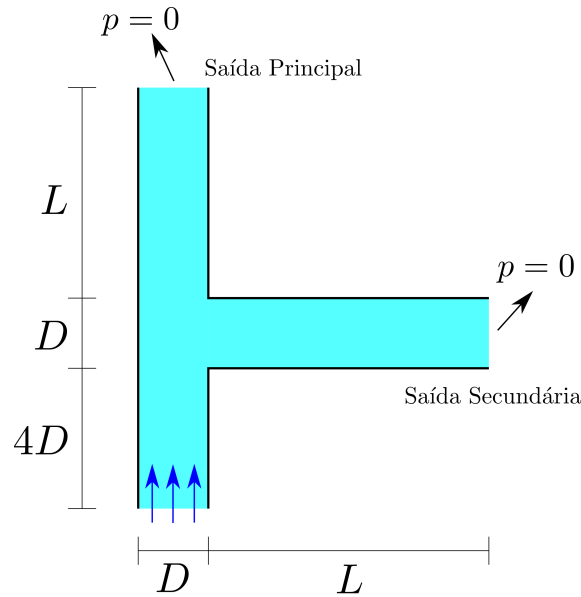

Figura 1: Junção T.
**Problema 2.** Considere o escoamento laminar de um fluido newtoniano incompressível em uma junção T, como mostra a figura 1. A junção tem uma entrada e duas saídas. Os dois canais, principal e secundário, possuem largura  $D$ . Considere  $L = 3D$ . A pressão na saída é igual a 0 nos dois canais. Na entrada do canal principal, a velocidade pode ser uniforme ou parabólica.